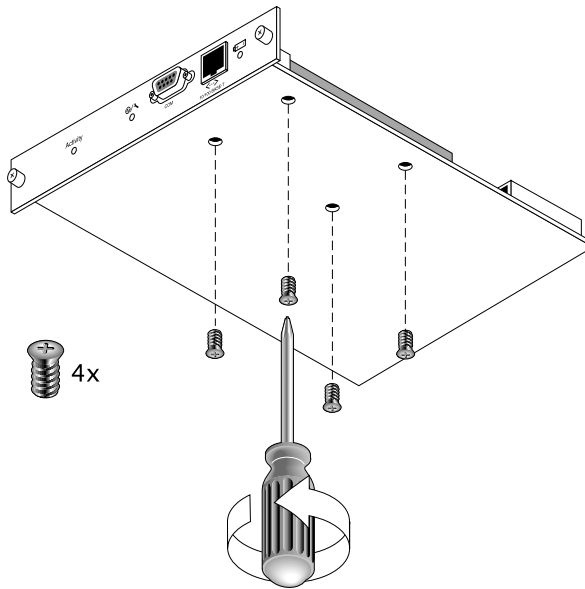

図 4-6 ねじを取り外したバッテリー モジュールの底面
4. 図 4-6 に示す取り外し手順と同様の手順でモジュールの下側にあるねじを取り外し、バッテリー モジュールからバッテリーを離します。